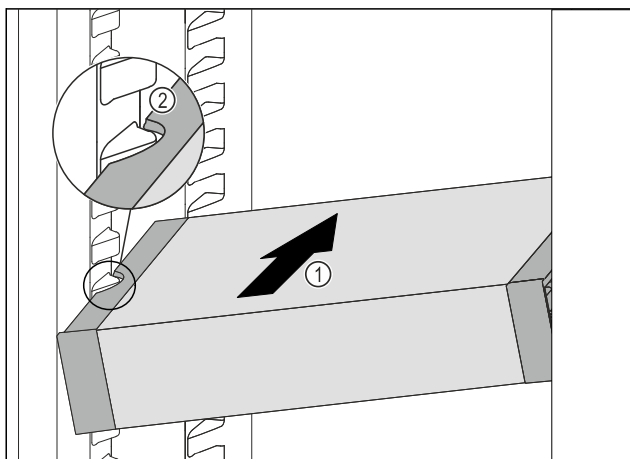

Fig. 197
- VarioSafe gurajte koso u hladnjak Fig. 197 (1) sve dok se bočni otvori Fig. 197 (2) ladice VarioSafe ne nađu na visini žlijeba spremnika u hladnjaku.